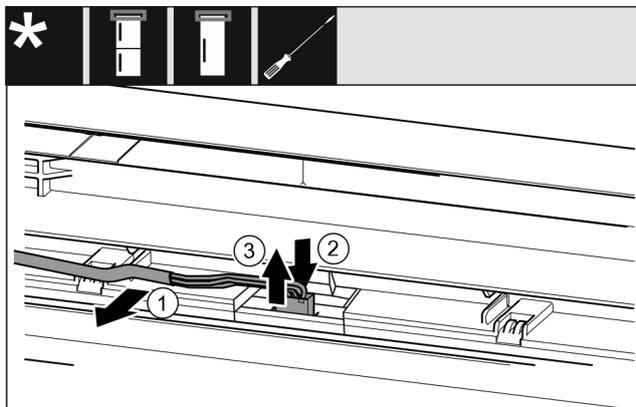

Fig. 21 Комбинация из холодильных и морозильных агрегатов / морозильные агрегаты / холодильные агрегаты
- ▶ Осторожно высвободите кабель Fig. 21 (1) из направляющей в двери.*
- ▶ Вдавите назад накладку Fig. 21 (2) за штекером.*
- ▶ Осторожно вытяните штекер Fig. 21 (3) вверх.*